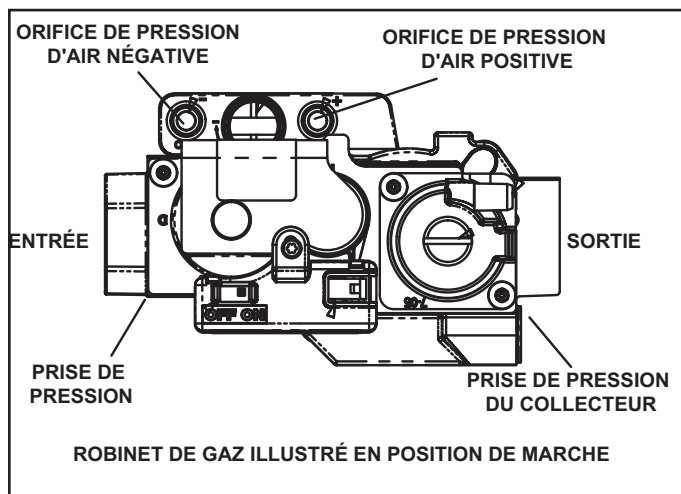

Figure 46. Robinet de gaz
6. Placez l'interrupteur du robinet de gaz sur OFF (arrêt). Voyez la Figure 46.
8. Placez l'interrupteur du robinet de gaz sur ON (arrêt). Voyez la Figure 46.